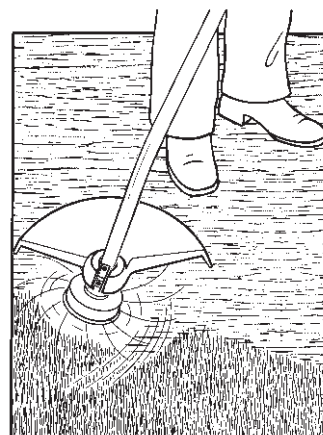

Fig. 6
2. **CORTE MAS CERCANO** (Fig. 6). Posicione el cabezal un poco inclinado , siempre corte alejado de personas y del operador.